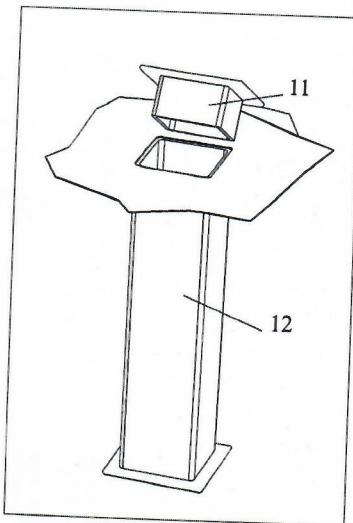

Рис. 3
- 5.2. В месте, где будут размещаться стойки, пробурить отверстие Ø350-400 мм и глубиной не менее 350 мм. Забетонировать в отверстиях стаканы 12 так, чтобы верхний край стаканов был на одном уровне с верхней плоскостью пола (рис. 3). Стойки устанавливаются за боковыми линиями на расстоянии 0,914 м. от них. Высота натяжения сетки у стоек – 1,07 м., в середине – 0,914 м. Ширина корта – 10,973 м.